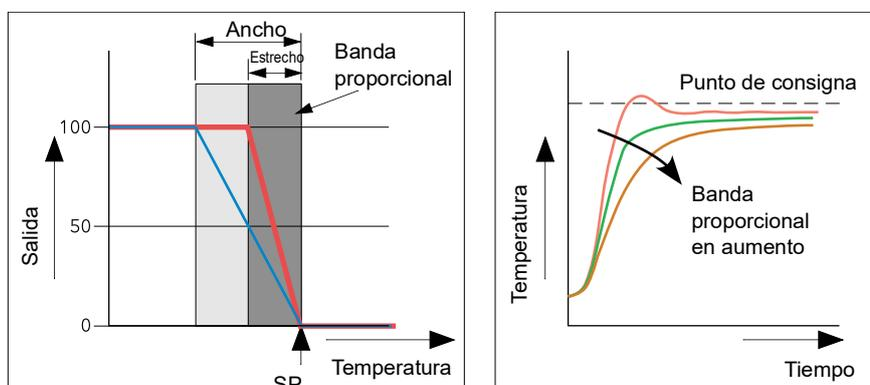

Figura 199 Acción de la banda proporcional (acción inversa)
La banda proporcional (PB) emite una salida que es proporcional al tamaño de la señal de error. Se trata del rango en el que la potencia de salida se ajusta continuamente de forma lineal del 0 % al 100 % (para un controlador de calentamiento únicamente). La potencia está completamente encendida (100 %) por debajo de la banda proporcional y completamente apagada (0 %), como se muestra en Figura 199.
Figura 199 también muestra el efecto del estrechamiento de la banda proporcional en el punto de oscilación. Una banda proporcional ancha produce un control de línea recta pero con un error inicial apreciable entre el punto de consigna y la temperatura real. A medida que se estrecha la banda, la temperatura se acerca al punto de consigna hasta que finalmente se vuelve inestable.